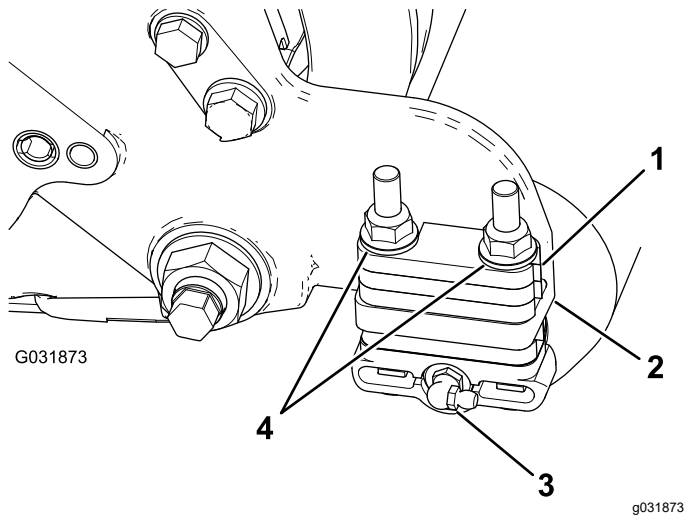

Figura 8
2. Installate il raccordo d'ingrassaggio a 90° in modo che sia rivolto all'indietro (Figura 8).
3. Rimuovete i 2 dadi di bloccaggio flangiati e le rondelle che fissano ciascuna staffa del rullo alle piastre laterali (Figura 8).